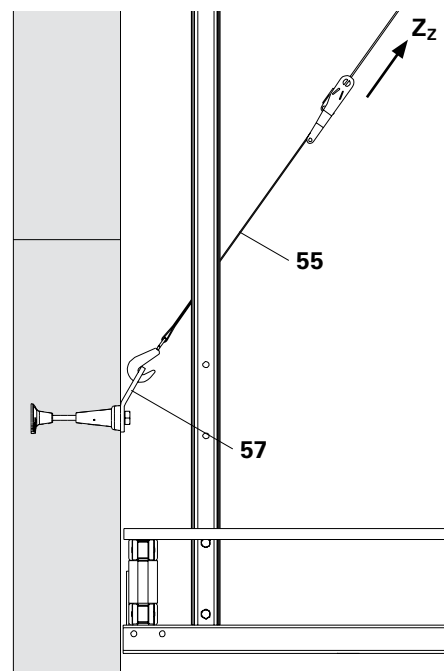

Fig. B1.33a
- Nel caso in cui non sia necessario stabilizzare lateralmente la passerella, è possibile utilizzare l'attacco parete per cinghia M24 (57) anziché l'attacco ancoraggio. (Fig. B1.33a)